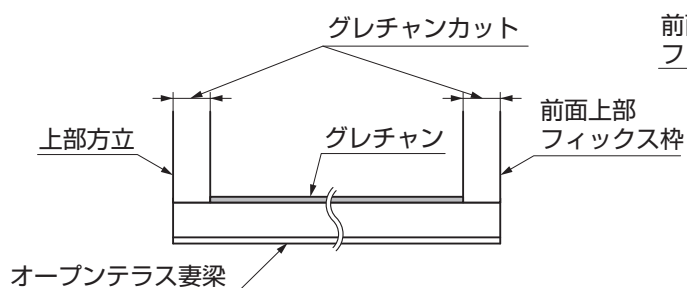

図3-9
- オープンテラス妻梁に取付けるグレチャンが上部方立、前面上部フィックス枠に干渉する場合は、切断してください。（図3-9参照）